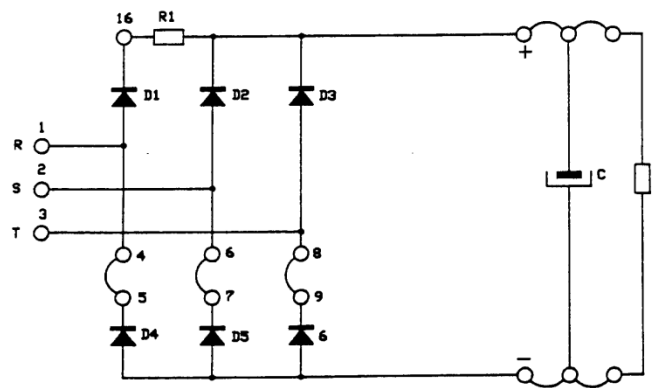

Figura 6: Conexión del rectificador trifásico de onda completa con carga resistiva.
- Mantenga las conexiones de las fases **(R), (S), (T)** y los puntos **(4)-(5), (6)-(7)** y **(8)-(9)** como en la sección anterior.
- Conecte el condensador en paralelo con la resistencia como en la Figura 6.